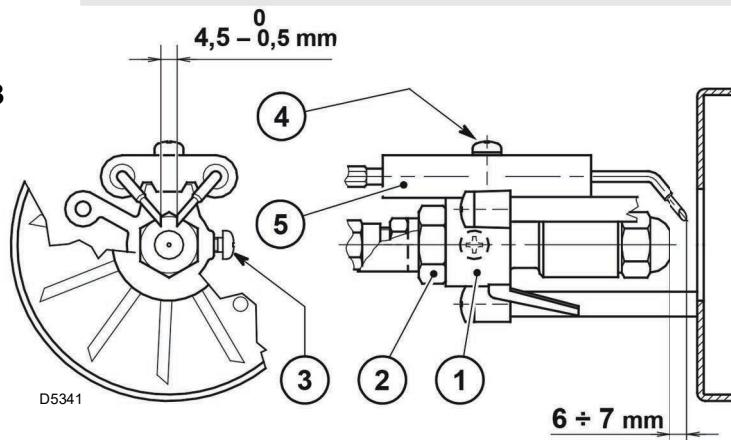

Fig. 13
- Sfilare i cavi (4) dagli elettrodi, estrarre dal gruppo portaugello (1) il gruppo supporto elica (8) dopo aver allentato la vite (3, Fig. 13, pag. 7).
Per eventuali aggiustamenti allentare la vite (4) e spostare il gruppo elettrodi (5), (Fig. 13).
- Sostituire l'ugello (vedi Fig. 12, pag. 6) e verificare il corretto posizionamento degli elettrodi (Fig. 13, pag. 7).